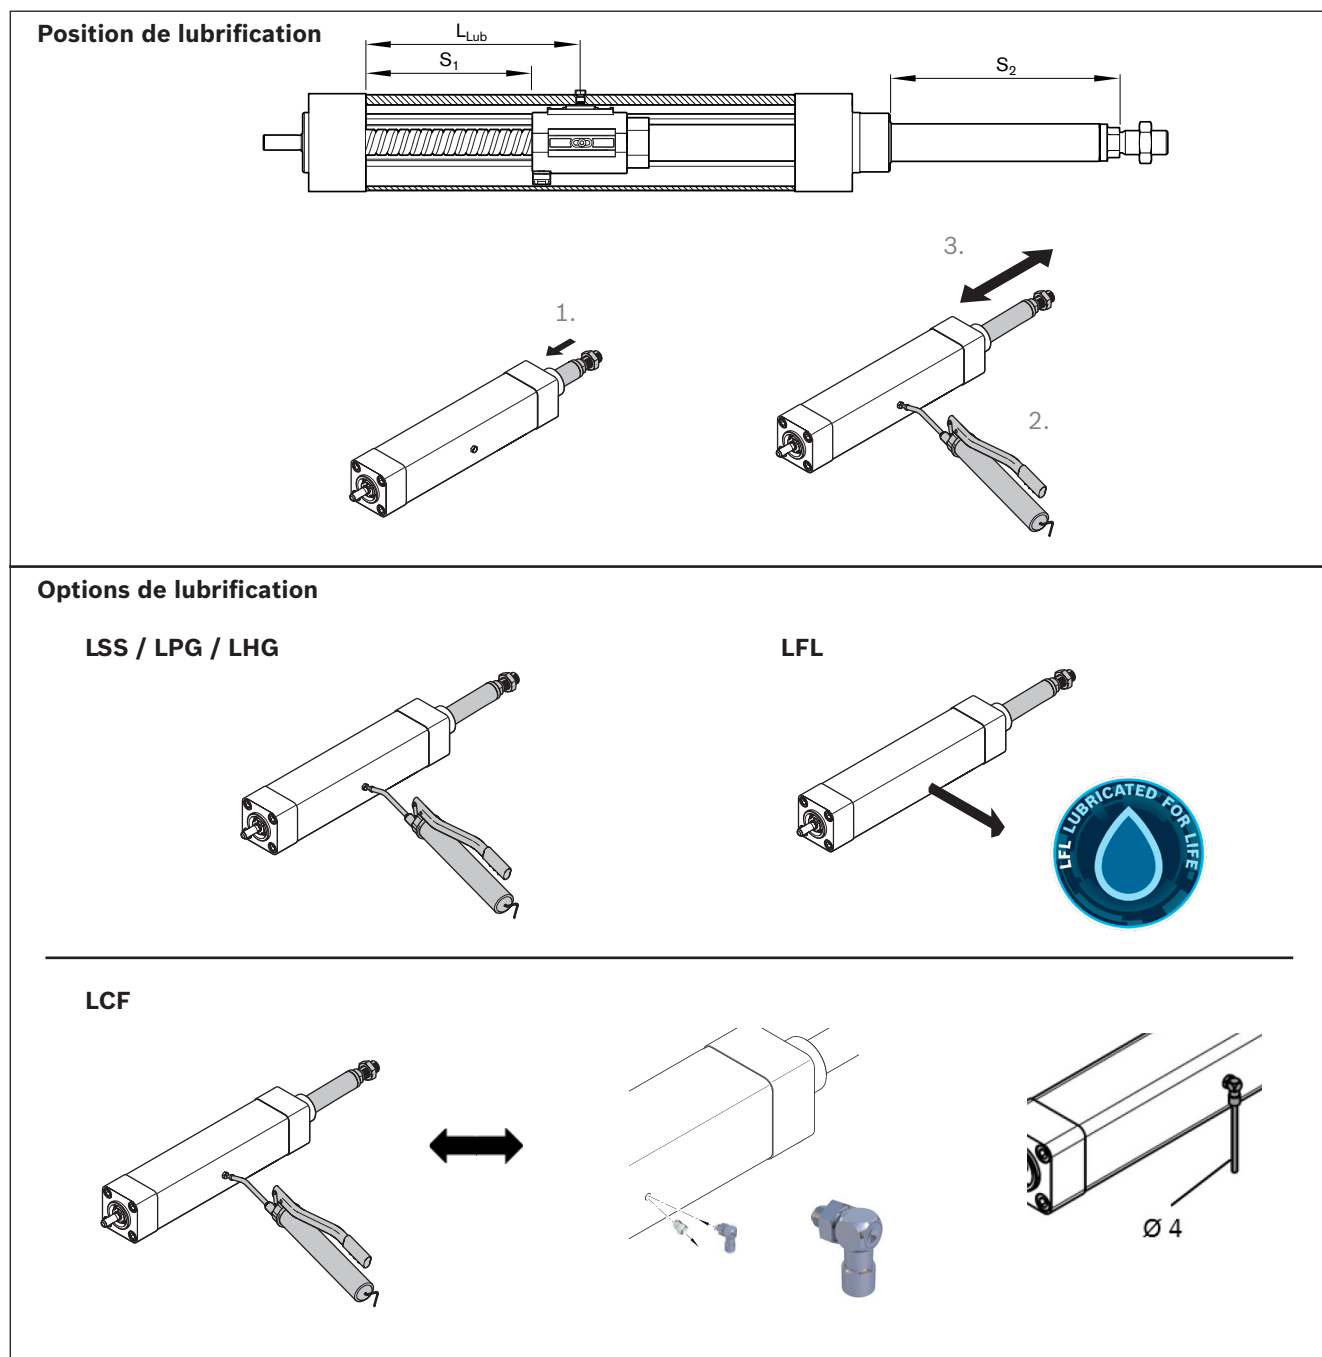

Fig. 37 : Position de lubrification / options de lubrification
1. Pour atteindre la position de lubrification L_{Lub} , déplacer la tige de piston sur la position de levage S_2 . Pour cela, déplacer S_1 selon Tableau 17 à la page 39 de la position de fin de course arrière. ➡ Fig. 37
2. Pour les options de lubrification LSS, LPG et LHG, graisser la vis à billes avec le graisseur. Pour l'option de lubrification LCF, remplacer le graisseur à cuvette par le raccordement fourni pour la lubrification centralisée et graisser ➡ Fig. 37. Appliquer la totalité de la quantité de relubrification en une seule fois ! Une relubrification n'est pas nécessaire pour l'option de lubrification LFL.